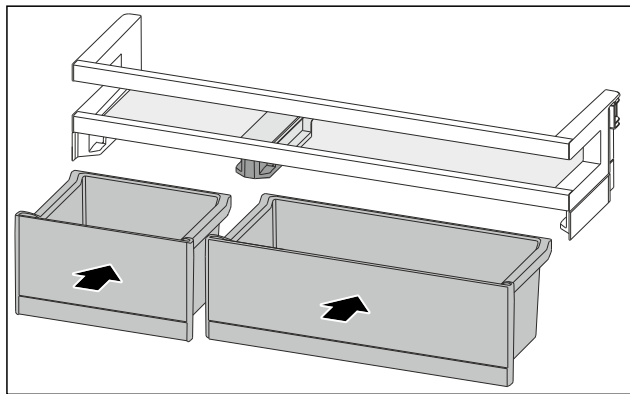

Fig. 90
- ▶ Поставете кутиите VarioBox в разменено разположение. (виж Fig. 90)